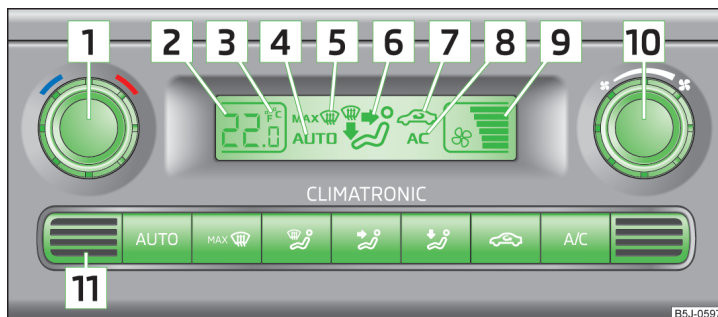

Abb. 102 Climatronic: Bedienungselemente
Den Innenraumtemperatursensor **[11]** » Abb. 102 nicht überkleben oder überdecken, sonst könnte die Climatronic ungünstig beeinflusst werden.
- › Die Taste **AUTO** » Abb. 102 auf Seite 98 drücken, im Display wird **AUTO** angezeigt.
- › Den Drehregler **[1]** » Abb. 102 auf Seite 98 nach links bzw. rechts drehen, um die Temperatur zu senken bzw. zu erhöhen.
Im Display erscheint die Angabe in den gewünschten Temperatur-Maßeinheiten (Pos. **[3]** » Abb. 102 auf Seite 98).
- › Die Symboltaste ☞ » Abb. 102 auf Seite 98 drücken.
- › Die Symboltaste ☞ » Abb. 102 auf Seite 98 erneut drücken.
- › Den Drehregler **[10]** » Abb. 102 auf Seite 98 nach links bzw. rechts drehen, um die Gebläsedrehzahl zu senken bzw. zu erhöhen.
Die eingestellte Gebläsedrehzahl wird durch die Anzeige der jeweiligen Anzahl von Segmenten im Symbol **9** » **Abb. 102** auf Seite 98 im Display dargestellt.
➤ Die Symboltaste **MAX** » **Abb. 102** auf Seite 98 drücken.
➤ Die Symboltaste **MAX** » **Abb. 102** auf Seite 98 erneut drücken oder die Symboltaste **AUTO** drücken.